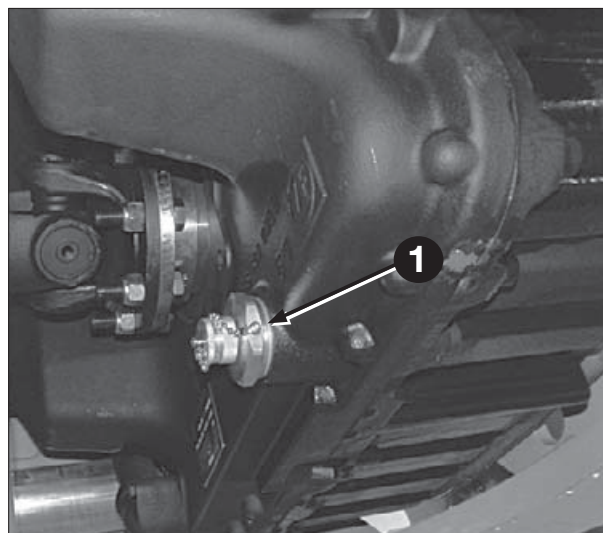

Fig. 81
1. Skru af proppen af aftapningsventilen 1 fig. 81 og monter aftapningsslangen fra maskinens værktøjssæt, for at aftappe olien.